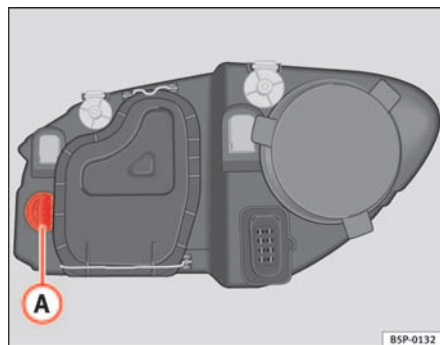

Fig. 181 Lampada luce indicatore di direzione
- Ruotare il portalampade ⇒ fig. 181 **A** verso sinistra e tirare.